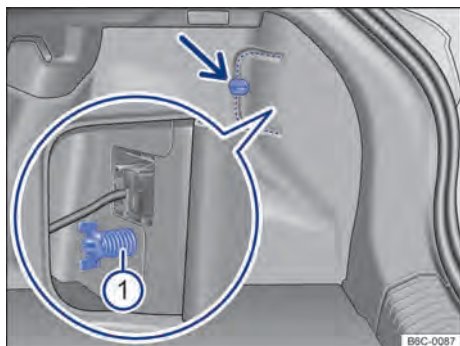
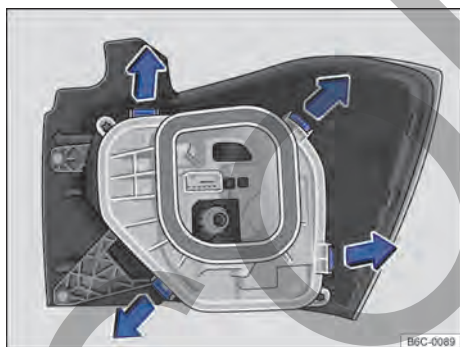

Fig. 167 En el maletero: desmontar la cubierta y retirar el tornillo mariposa ① (fragmento ampliado).
Fig. 168 Linterna trasera: desmontar el portalámparas.
- ① Observar la lista de control y ejecutar las acciones → pág. 209.
- ② Abrir la tapa trasera → pág. 73.
- ③ Para abrir la cubierta de la luz, girar la traba → fig. 167 (flecha).
- ④ Abrir la cubierta junto con la traba hacia el costado.
- ⑤ Aflojar el tornillo mariposa ① (fragmento ampliado) y retirarlo, sosteniendo, al mismo tiempo, la linterna trasera.
- ⑥ Tirar con cuidado de la linterna trasera hacia afuera, para desencajarla de la carrocería → ①.
- ⑦ Desencajar el conector de alimentación de las lámparas de la linterna, para remover totalmente la linterna.
- ⑧ Colocar la linterna trasera sobre una superficie limpia y lisa.
- ⑨ Para desbloquear el soporte de las lámparas, presionar cada lengüeta de bloqueo → fig. 168 en el sentido de las flechas.
- ⑩ Desmonte el portalámparas con cuidado.
- ⑪ Para retirar las bombillas quemadas presione la bombilla contra el alojamiento y gírela en sentido antihorario.
- ⑫ Cambiar la bombilla quemada por una bombilla nueva del mismo modelo.
- ⑬ Para insertar las lámparas nuevas en el portalámparas, introduzca la nueva lámpara en el alojamiento correspondiente. Presione la bombilla y gírela en sentido horario hasta el tope.
- ⑭ Cerciorarse de que las lámparas estén correctamente fijadas en el soporte.
- ⑮ Instalar el soporte de las lámparas en la linterna trasera. Las lengüetas de bloqueo → fig. 168 deben encajar de forma audible.
- ⑯ Colocar el conector de alimentación en la luz.
- ⑰ Encajar la linterna trasera cuidadosamente en el alojamiento de la carrocería.
- ⑱ Sustener la luz trasera en la posición de montaje con una de las manos y atornillar con la otra el tornillo mariposa → fig. 167 ①.
- ⑲ Volver a colocar la cubierta de la linterna en su posición y girar la traba para cerrar.
- ⑳ Cerrar la tapa trasera → pág. 73.